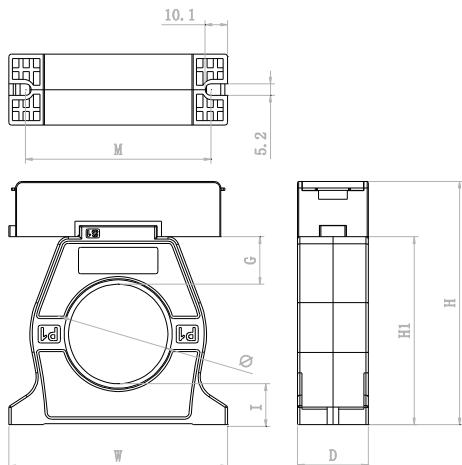
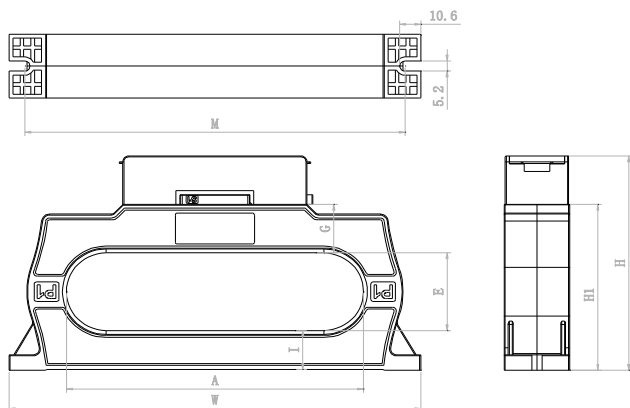
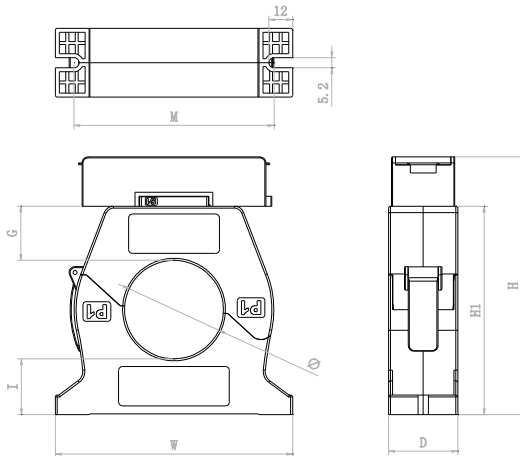

图 2 探测器外形示意图（配闭口式圆孔剩余电流互感器）
图 3 探测器外形示意图（配闭口式方孔剩余电流互感器）
图 6 探测器外形示意图（配开口式圆孔剩余电流互感器）
1.2 配闭口式圆孔剩余电流互感器的探测器外形尺寸图如图 2 所示，配闭口式方孔剩余电流互感器的探测器外形尺寸图如图 3/4/5 所示，配开口式圆孔剩余电流互感器的探测器外形尺寸图如图 6 所示 参数见表 2。